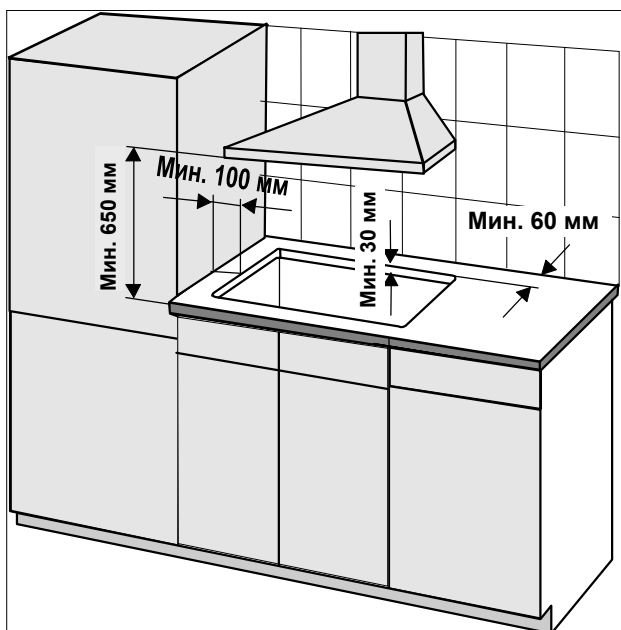

Рис. 4
- Варочная поверхность может быть смонтирована в столешнице толщиной не менее 30 мм (рис. 4), устойчивой к действию высоких температур.